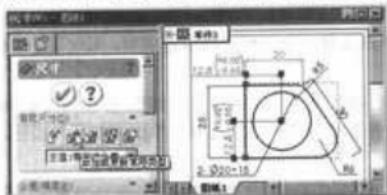
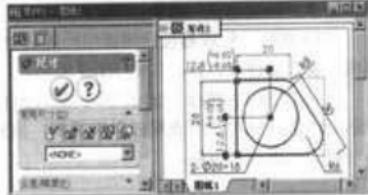

图 6-161 选择带有常用类型的尺寸
图 6-162 所选择尺寸的常用类型变为“<NONE>”
(1) 如图 6-161 所示，选择一个或多个带有常用类型样式的尺寸，显示“尺寸”属性管理器。
(2) 单击 (添加或更新常用类型) 工具，在“添加/更新常用样式”对话框中选择要与之断开的常用类型名称，点选“断开与此样式的所有关联”单选钮。
(3) 单击“确定”按钮,如图 6-162 所示,将解除所选尺寸与常用类型的关联,但尺寸保留已经应用了的属性。此时所选择尺寸的常用类型变为“<NONE>”。